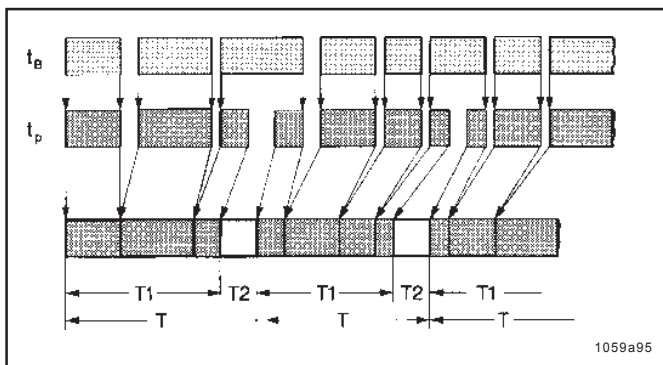

Fig. 18 - Tidsflödesdiagram
- Kretskortet styr automatiskt pumpens paus- och gångtid med ledning av fordonets eller maskinens drifttid  $t_B$  (se fig. 18).
- En smörjcykel består av både paus- och gångtid. När paustiden har gått ut börjar gångtiden att räknas. Denna smörjcykel upprepas gång på gång efter att maskinen eller fordonet har tagits i drift (se fig. 18).